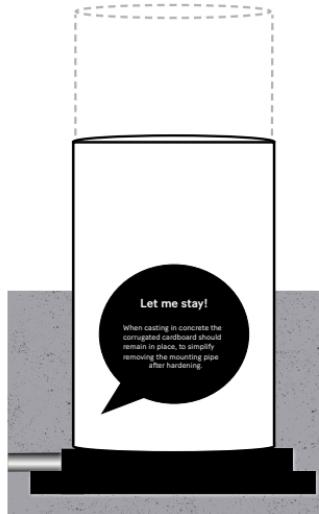

Bild 4
4. Vid ingjutning i betong skall givaradapterns undersida tätas med tejp eller motsvarande för att inte betong skall tränga upp och fylla adaptern och skyddsröret. Låt wellappenn (bild 4) sitta kvar för att förenkla att ta bort monteringsröret efter härdning.